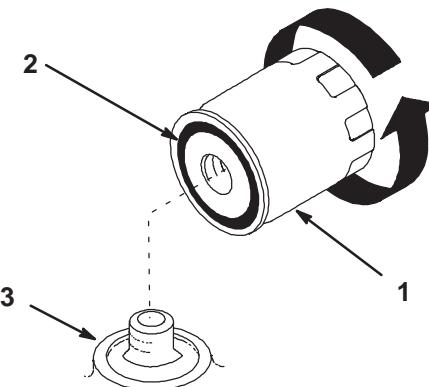

Bild 27
2. Entfernen Sie den AltfILTER und wischen die Dichtfläche am Anbaustutzen (Bild 27) ab.
3. Ölen Sie die Gummidichtung am Austauschfilter (Bild 27) leicht mit Frischöl ein.
4. Drehen Sie den Austauschfilter auf den Anbaustutzen auf. Drehen Sie den Ölfilter im Uhrzeigersinn, bis die Gummidichtung den Anbaustutzen berührt. Ziehen Sie ihn dann um eine weitere 3/4 Umdrehung fester (Bild 27).